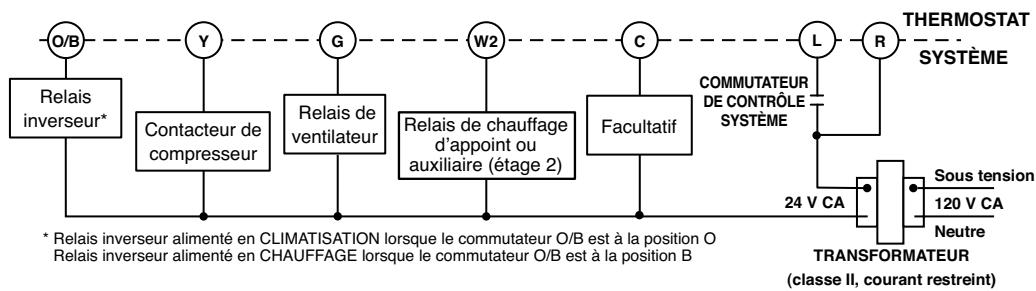

Figure 2. Schéma de câblage typique, installation à un seul transformateur
- Raccorder les fils sur les bornes du socle en se fiant au schéma de câblage qui convient (figures 2 à 4).